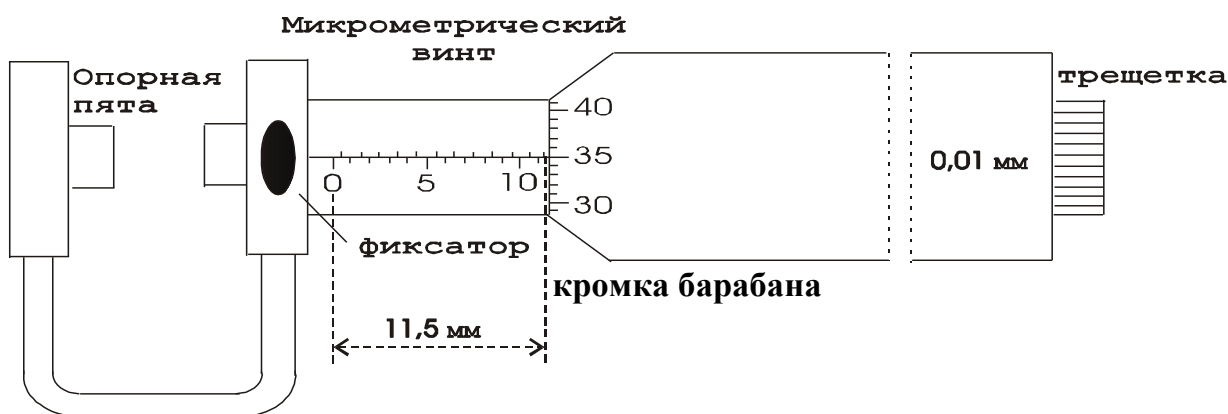

Рис.1.2 Микрометр
- Если кромка барабана перешла за риску верхней шкалы ,то размер = число делений нижней шкалы + 0,5 мм + число делений шкалы барабана. Пример (рис.1.2). Микрометром измеряют диаметр тела. Измеряемое тело зажимают между опорной пятой и винтом (рис.1.2) . На головке винта находится трещетка, за которую и следует вращать винт. По линейной шкале отсчитывают деление, за которое перешла кромка барабана. На рис.1.2 это 11,50 мм.
Затем определяют деление барабана, которое совпало с продольным штрихом линейной шкалы (35 деление на рис.1.2)